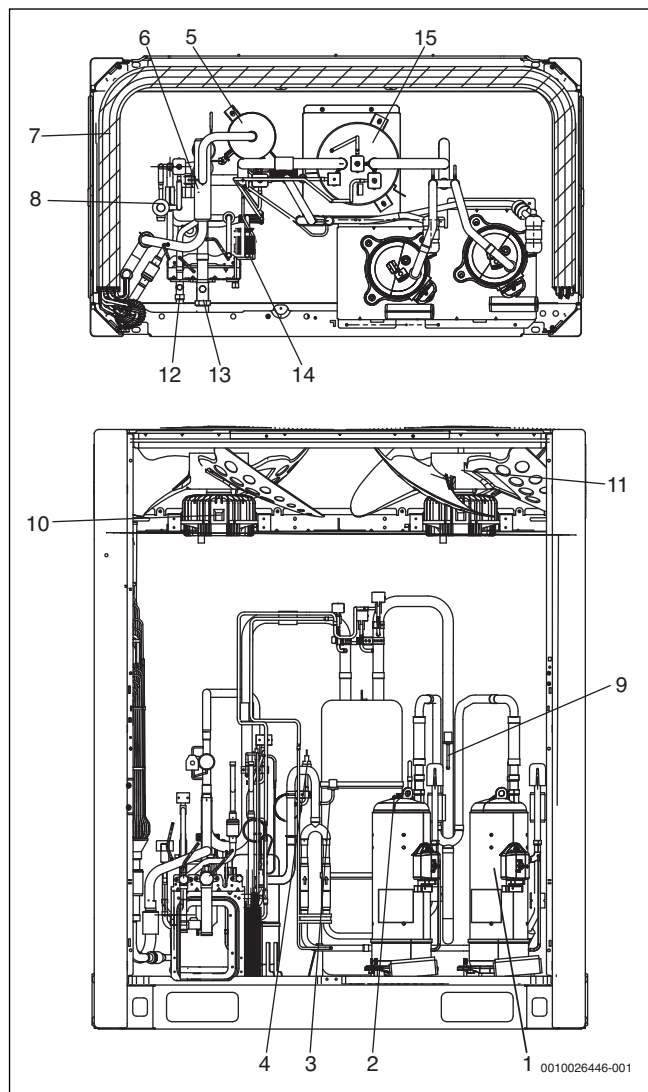

Рис. 5 Расположение компонентов
**Обозначения на рис. 5 и 6:**